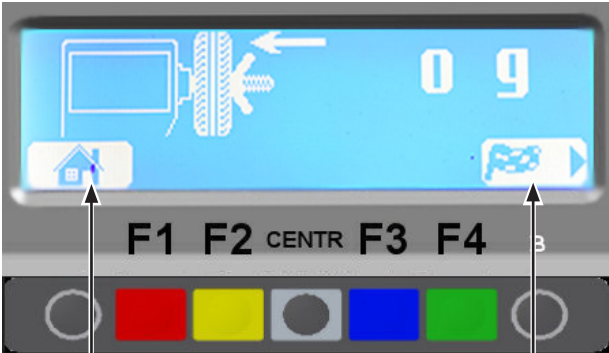

Fig. 212
4. come indica la Fig. 212, premere il “tasto F4” per eseguire un lancio della ruota senza l’aggiunta di pesi. Dopo aver eseguito il lancio, il programma visualizzerà la seguente videata: